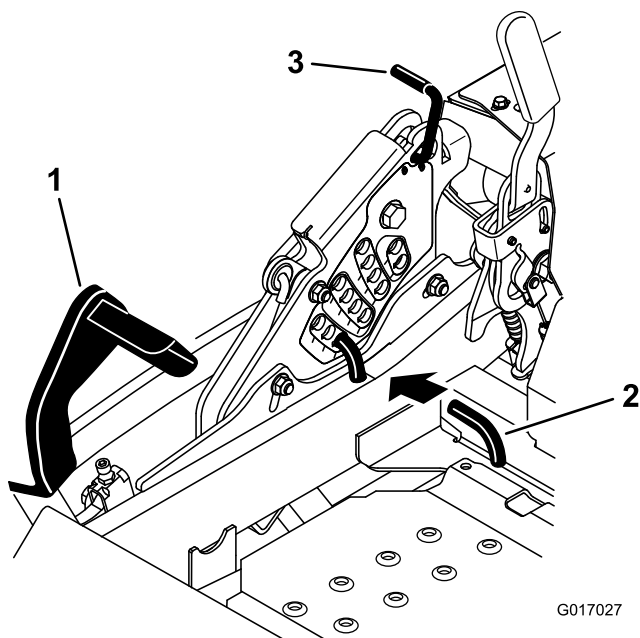

Figura 82
5. Empuje el pedal de elevación de la carcasa hacia delante del todo; la carcasa se enganchará en la posición de transporte de 14 cm (Figura 82).